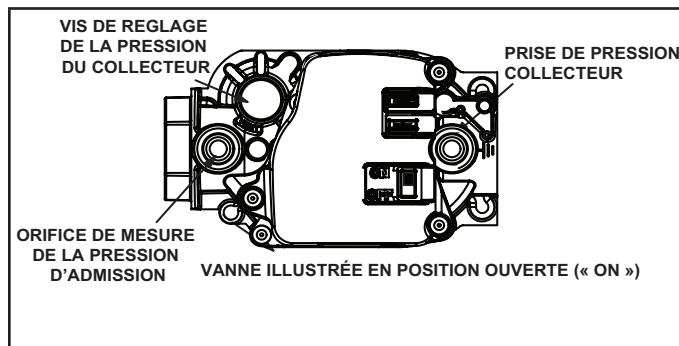

FIGURE 61
Fonctionnement de la vanne de gaz (FIGURE 61)
- 6 - Mettre le contacteur de la vanne de gaz sur «OFF». Voir la FIGURE 61.
- 8 - Mettre le contacteur de la vanne de gaz sur «ON». Voir la FIGURE 61.
Pour tester la pression du gaz d'alimentation, utiliser la prise fileté de 1/8 po NPT sur la vanne de gaz pour raccorder un manomètre d'essai. Voir la FIGURE 61. Vérifier la pression du gaz dans la canalisation lorsque l'appareil fonctionne à sa puissance maximale. Une pression trop faible peut causer un fonctionnement erratique ou une mauvaise combustion. Une pression trop élevée peut endommager la vanne de manière permanente ou causer un emballement.